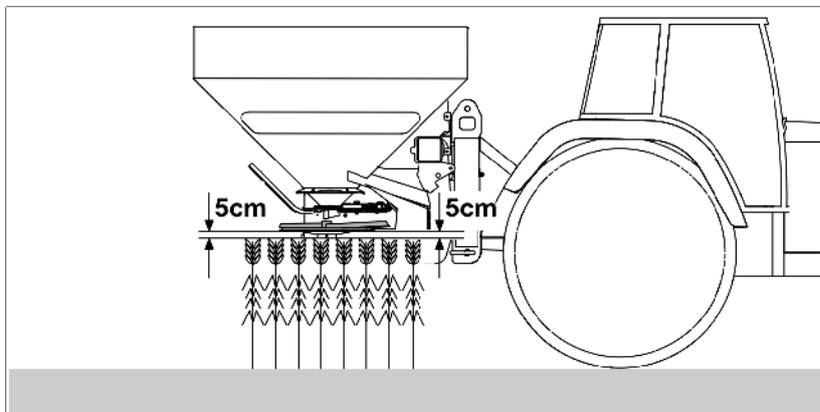

Fig. 62
- Menu principal: Chamar o menu Calibrar (Fig. 62/1).